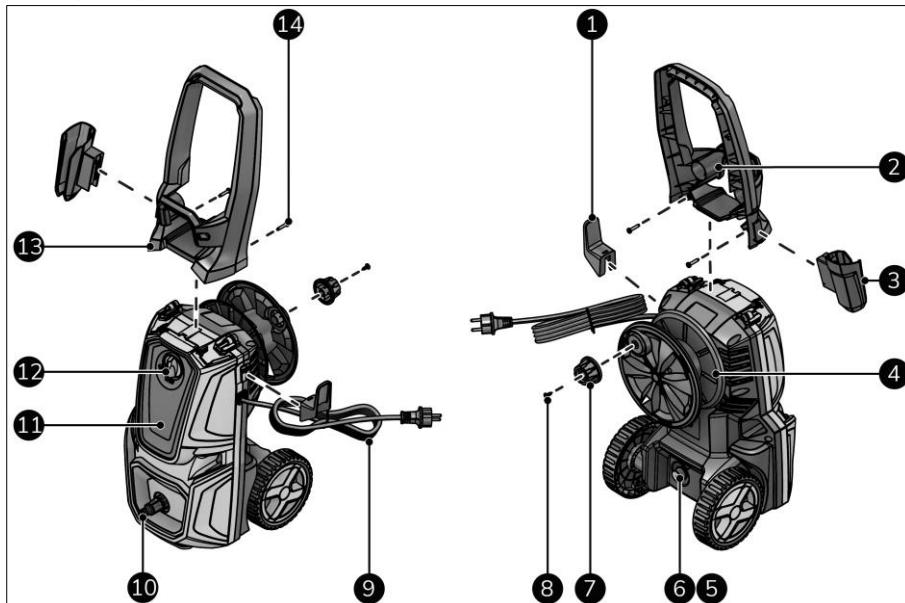

Figure 4
Cet appareil EUROM est un nettoyeur à haute pression facile à utiliser (figure 4). L'appareil est conçu pour un usage domestique, tel que le nettoyage de véhicules, bâtiments, terrasses, façades et équipements de jardin.
- Assurez-vous que le commutateur MARCHE(I) / ARRÊT(0) est en position ARRÊT(0) (figure 4, pos. 12).
- Allumez l'appareil (figure 4, pos. 12).